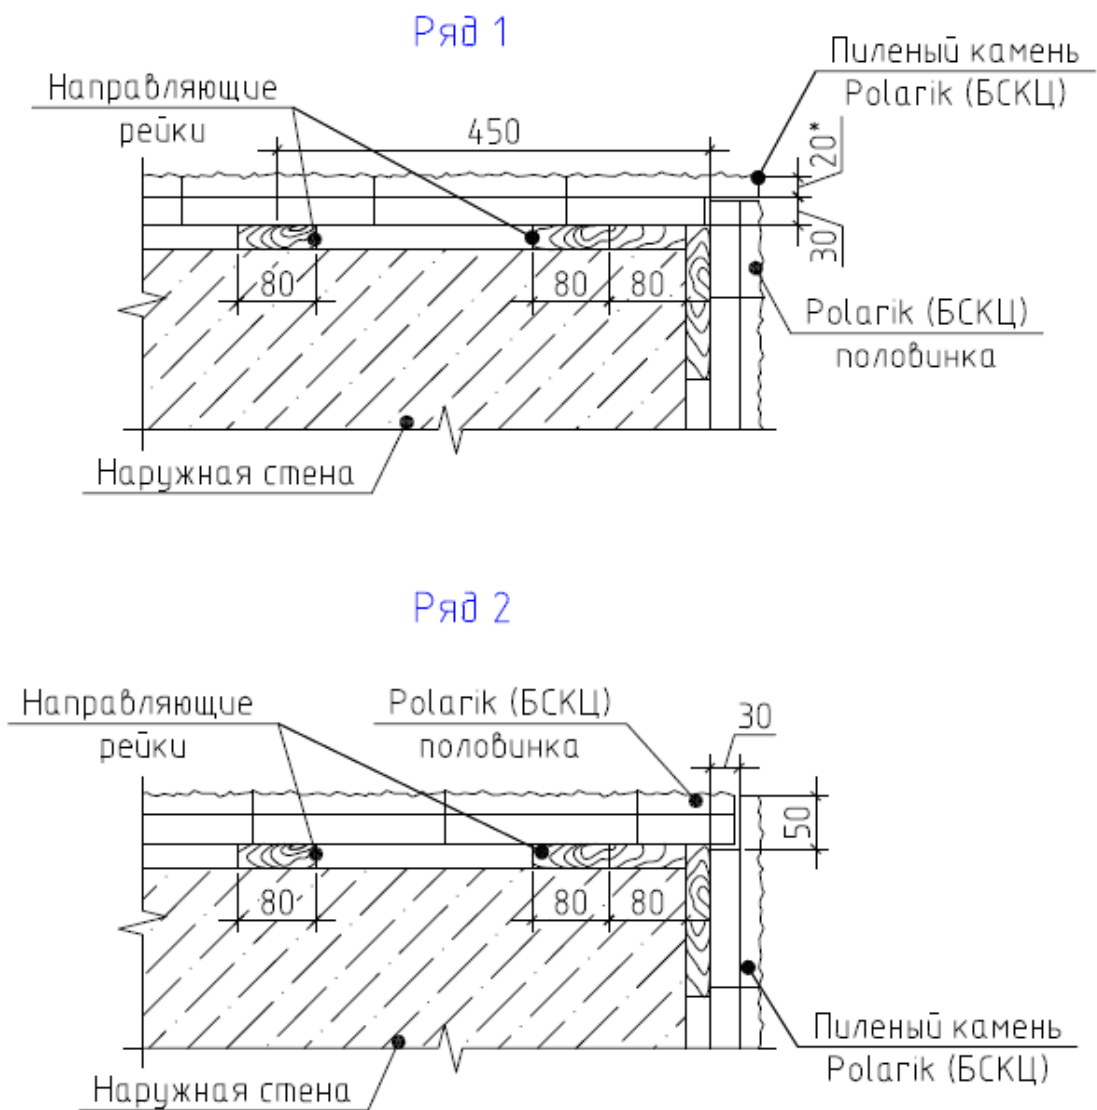

**Рис.3.5.: облицовка в местах оконных и дверных проемов**
- 3.14. Облицовка здания в области оконных и дверных проемов производится согласно Рис. 3.5.